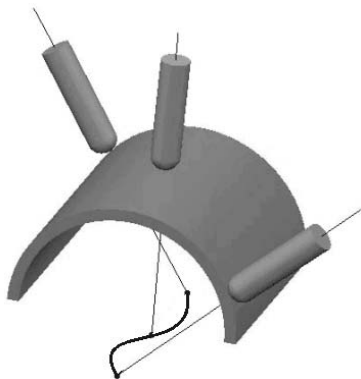

图 2-188 朝向曲线
(7) 朝向曲线 朝向曲线是指刀具刀尖总是指向用户定义的曲线, 如图 2-188 所示。所用的曲线用参考线来定义, 并且这个参考线只能由一段线条构成, 因此, 在使用前应创建出曲线参考线。